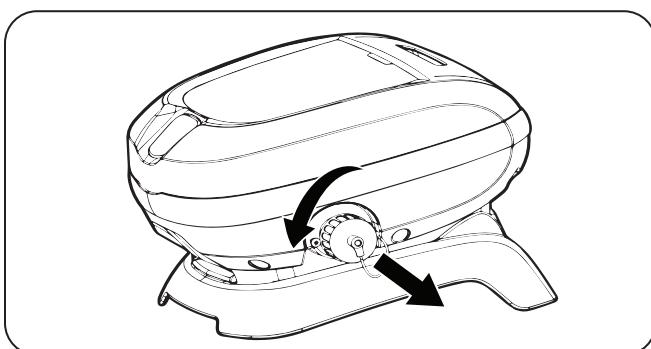

Figura 2. Retire la tapa protectora
- Desatornille la tapa protectora del cable flotante del costado de la unidad de control girando en sentido contrario a las agujas del reloj (Figura 2).